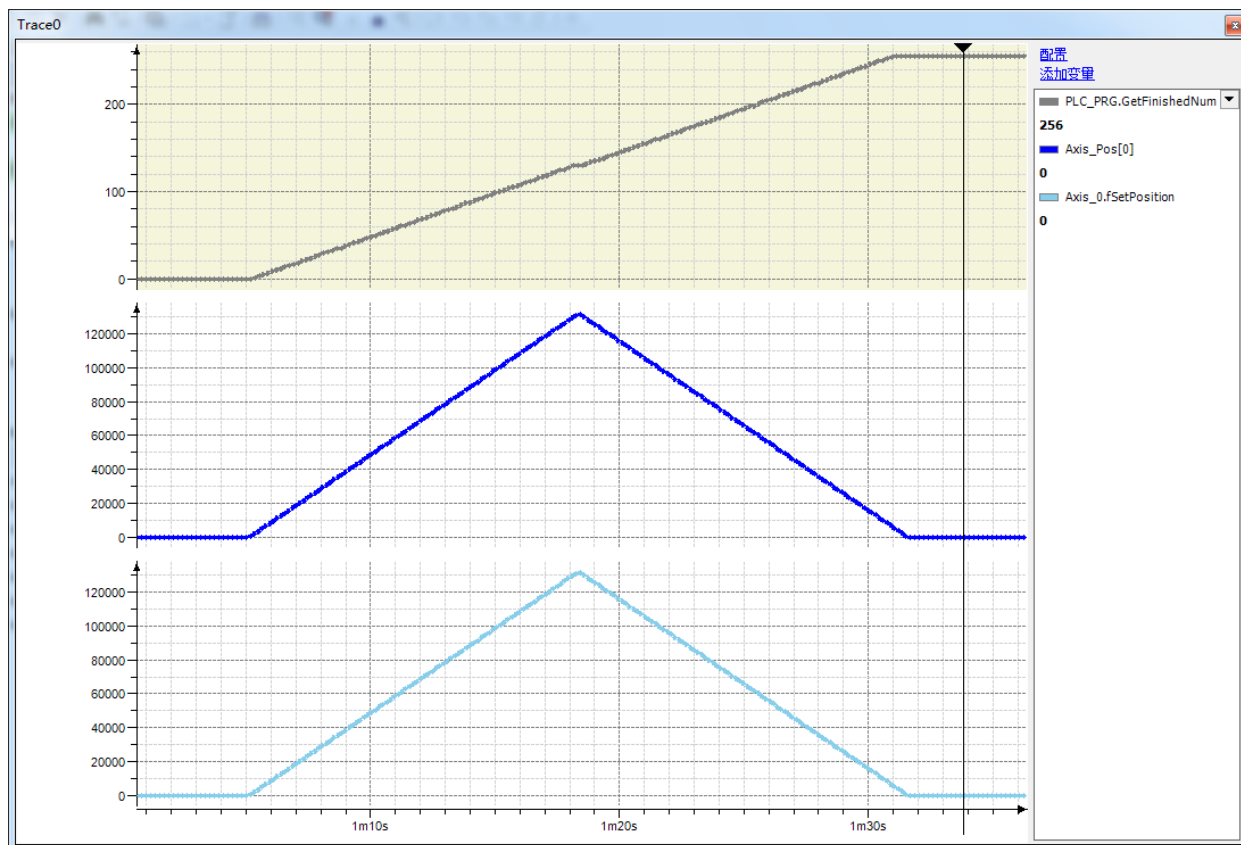

图 9.32 程序执行结果
**运行结果：**当 0 号轴运动经过设置的 256 个比较点时，CMP0 端口电平呈现高低循环的变化，如图 9.32 所示，可以看到最终采集到了 256 个高速比较点。
模式0：进入误差带后触发，即只要进入比较点（X，Y）的误差区域，便会触发比较输出，如图 9.32 所示的阴影区域；
模式1：进入误差带单轴等于后再触发，即需要同时满足进入误差区域，以及其中一个轴等于比较点（X，Y）的位置，如图 9.32 所示的红色垂线和水平线。